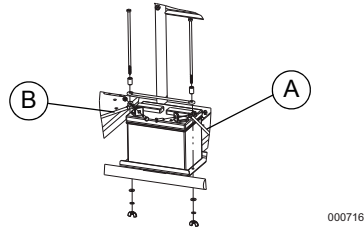

Figura 2-11. Instalación de la batería
- Instale la batería de la siguiente manera. Consulte la **Figura 2-11**.